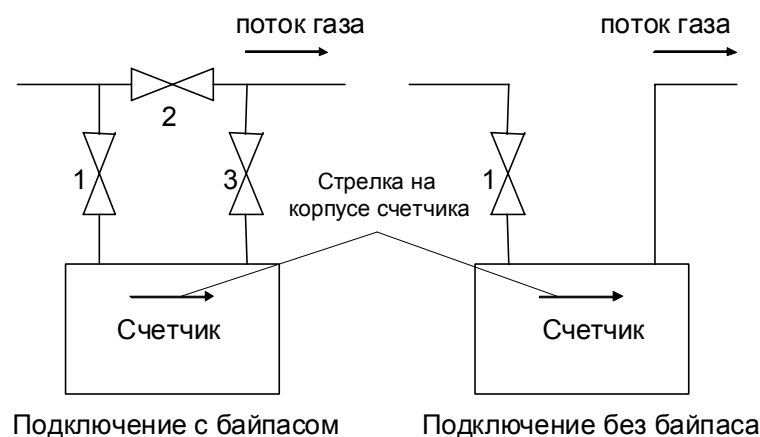

Рис. 1. Установка счетчика
- 3.4.3. Возможны два варианта подключения счетчика (см. рис. 1): с байпасом и без байпаса.
6.1. До начала пуска счетчика все вентили на трубопроводе (см. рис. 1) должны быть закрыты.
6.2. Пуск счетчика без байпаса (см. рис. 1)
6.3. Пуск счетчика с байпасом (см. рис. 1)